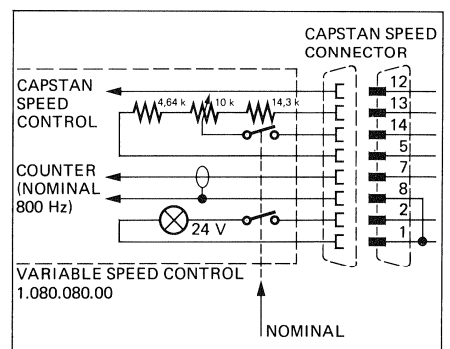

Fig. 2.13
**Nachsteuerschaltung ± 7 Halbtöne mit Potentiometer:** Gemäss Fig. 2.13 ein lineares Potentiometer, Wert 10 kohm, mit Widerständen 4,64 kohm und 14,3 kohm in Serie anschliessen. Diese Schaltung ermöglicht eine Geschwindigkeits-Regelung von ± 7 Halbtönen. Zur Erzielung einer besseren Auflösung ist auch hier die Anwendung eines 10 : 1 Potentiometers empfohlen. Die Nachsteuerung ist nur möglich mit dem Tonmotor-Steuerprint 1.080.374.
**Readjustment ± 7 half notes with potentiometer** As shown in fig. 2.13, a 10kohms linear potentiometer with resistors 4.64 kohms and 14.3 kohms are serially connected. This setup permits speed adjustment resulting in pitch variation of ± 7 half notes. To improve resolution, a 10:1 potentiometer is recommended. Readjustment is only possible via capstan PCB 1.080.374.